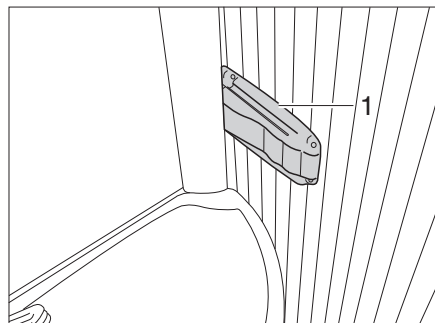

Bild 360 Vario-Toilette, Arretierung der Duschwand
- Arretierung (Bild 360,1) rechts am Waschbeckenrand eindrücken und am Waschbecken leicht ziehen. Das Waschbecken bewegt sich mit der Rückwand nach vorn.